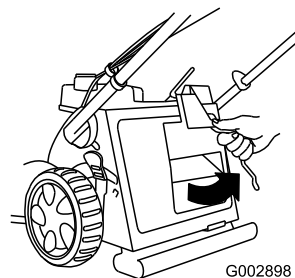

Figura 29
1. Gire la varilla de cierre a la derecha y retire el tapón de mulching (Figura 29).